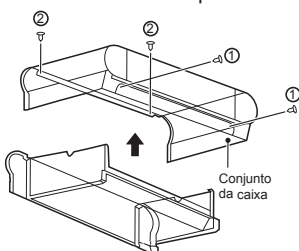

Figura 4-6 Remoção da caixa
- Como mostrado na Figura 4-6, remova os parafusos ① \*2 e ② \*2 e, em seguida, a caixa.